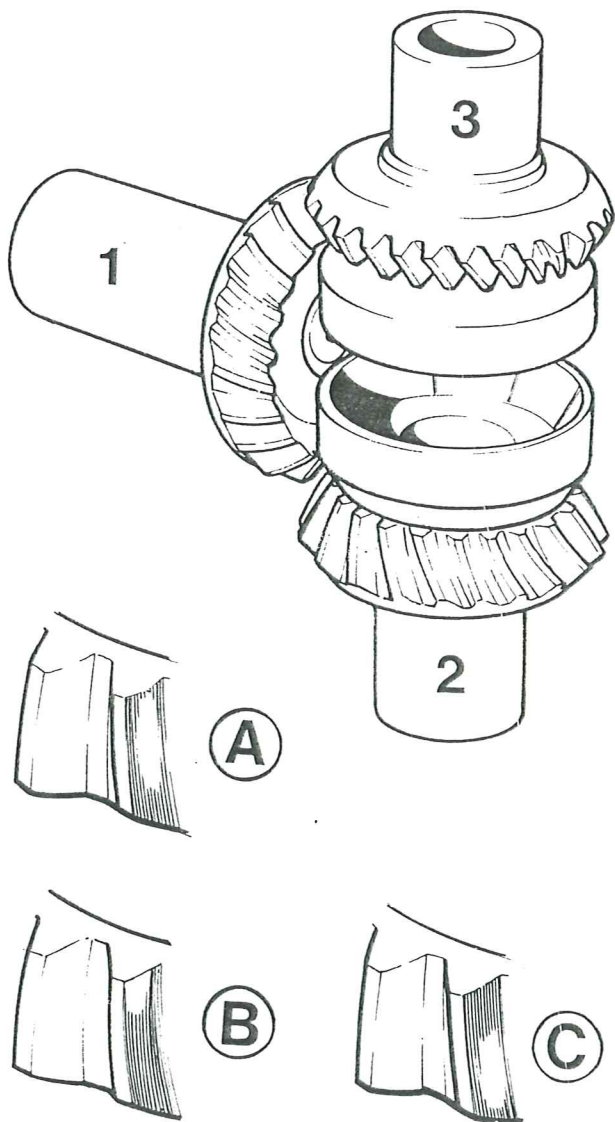

Fig. 15
8. Demontera kugghjulspaketet och jämför märkbilden på kuggarna med vad som visas på (A) fig 15. Denna visar den kuggkontakt på drivsidan som skall eftersträvas för såväl ingående drevet 1 (dubbellagerboxen) som hjulen 2 och 3 (fram- resp. backhjul). Märkbilden har i det närmaste oval form och ligger på drivsidan mitt på kuggen i höjddled, men förskjuten mot lilländan.
9. Är märkbilden som (B), visar skall shimstjockleken minskas under drevet 1 (dubbellagerboxen), varvid drevet 1 flyttas mot centrum.